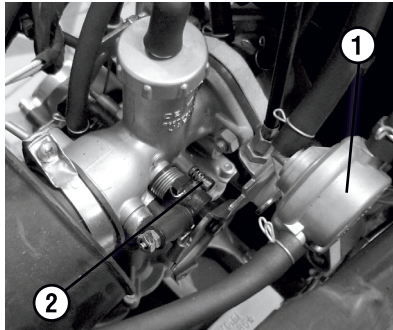

Рис. 11 Топливный клапан
**Топливный клапан** (рис. 11, поз.1) установлен на кронштейне с внутренней стороны правого фрагмента рамы под бензобаком. Он выполняет функцию топливного крана, но в отличие от него срабатывает автоматически от разряжения во впускном патрубке и не требует вмешательства водителя. При прокрутке двигателя посредством электростартера и при запущенном двигателе клапан открыт и топливо поступает из бензобака в карбюратор. При остановке двигателя клапан автоматически закрывается и подача топлива из бака в карбюратор прекращается.